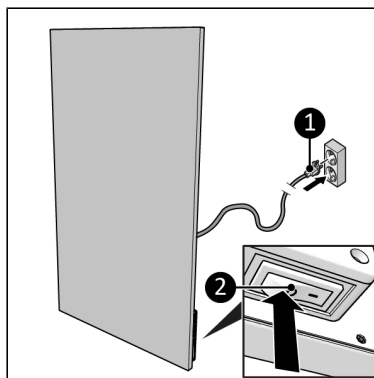

Figure 132.
2. Asigurați-vă că comutatorul ON/OFF este în poziția OFF (Figure 132, poz. 2).
3. Introduceți ștecărul (Figure 132, poz. 1) într-o priză de perete cu împământare, ușor accesibilă. Utilizați o priză de perete cu împământare, cu o putere minimă de 1000 Watt.